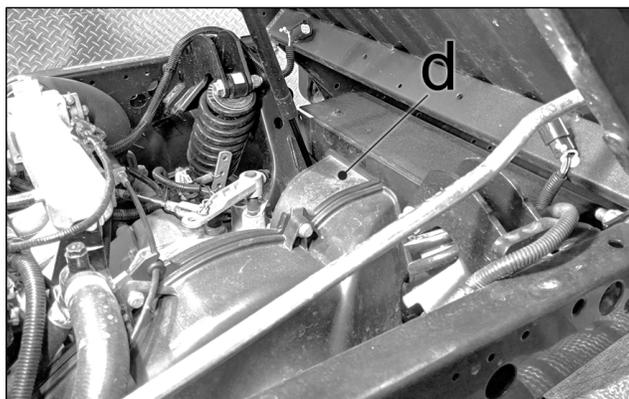

Figure 4
2.1 Localiser la sortie (D) de refroidissement du système CVT au côté arrière gauche du véhicule. Figure 4.